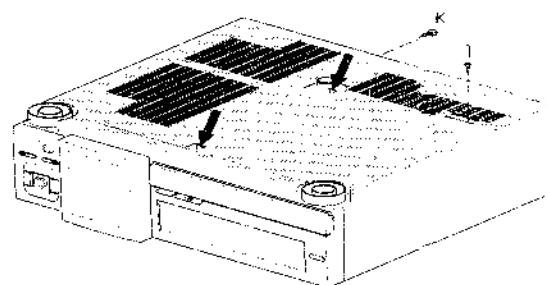

Fig. 2-3
- Schraube I (siehe Bild 2-3) heraus-schrauben.
- Die Bodenplatte ist mittels zweier Einschnappkonstruktionen (siehe Bild 2-3) an dem Gehäuse verriegelt. Durch Entriegeln dieser Einschnappkonstruktionen lässt sich die Bodenplatte dem Gerät entnehmen.